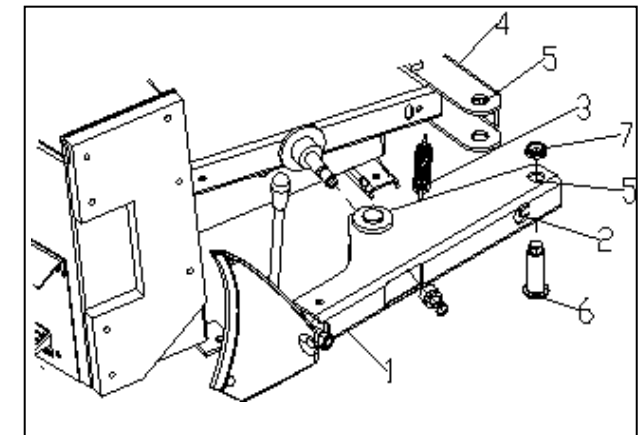

Fig. 6
N. Place the bead breaker arm #1 (Fig.6) on the arm support #4. Holes #5 for the arm and arm support must match. Grease pin #6. Lock arm #1 to support #4 with pin #6 and Self-locking hub nut#7.
O. Attach spring #3 (Fig.6) to the hook on the frame and attach it to the split pin #2 on bead breaker arm.
N. Positionner le bras détalonneur #1 (Fig.6) sur le support #4 du bras. Les trous #5 du bras détalonneur et du support doivent coïncider. Graisser le goujon #6, l'introduire dans le trou #5 et le bloquer avec le Bague autobloquante #7.
O. Accrocher le ressort #3 (Fig.6) dans le trou #4 et à le épingle fendue #2 sur le bras détalonneur.